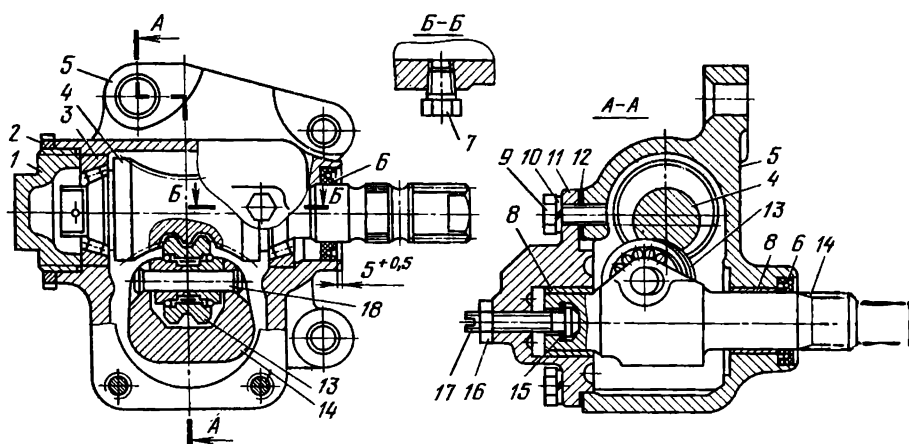

Рис. 156. Рулевой механизм:
**Регулировка затяжки подшипников 3** (рис. 156) производится следующим образом:
Дозаправка картера рулевого механизма смазкой производится при уменьшении уровня масла в картере из-за подтекания смазки через уплотнения. Поэтому необходимо выяснить, где произошло подтекание смазки, устранить ее, а уже потом производить дозаправку масла. Заправка картера маслом производится с использованием шприца, прикладываемого к автомобилю, который необходимо заправить трансмиссионным маслом. Отвернув пробку 7 (рис. 156), через отверстие заправляют масло. Уровень масла должен быть по нижнюю кромку отверстия, используемого при заправке. Смена смазки в картере производится через первые 6 тыс. км пробега и через каждые последующие 18 тыс. км, но не реже одного раза в течение 3...4 лет, а также при разборке рулевого механизма.
**Разборка, контроль и сборка рулевого механизма.** Перед разборкой картер необходимо очистить и промыть от пыли, грязи и масляных отложений, слить масло из картера, для чего необходимо отвернуть стопорную гайку 16 (см. рис. 156) регулировочного болта и снять ее;
отвернуть стопорную гайку 2 (см. рис. 156) и регулировочную пробку 1 и ударами через мягкую проставку по торцу червяка 4 выпрессовать кольцо 3 и извлечь из картера червяк вместе с нижним подшипником;